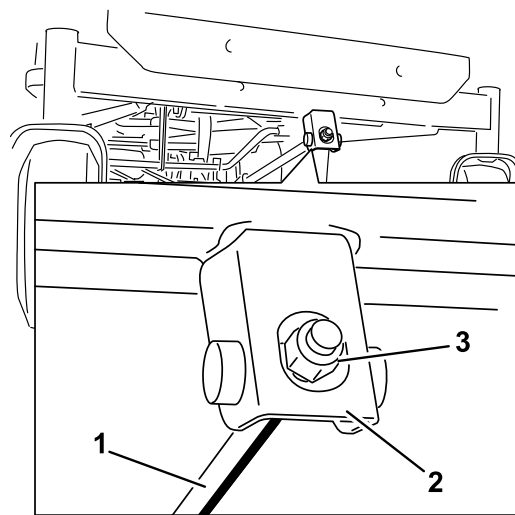

Figure 72
- Pour régler l'inclinaison avant/arrière des lames, tournez l'écrou de réglage à l'avant du plateau de coupe (Figure 72).
5. Soulevez l'arrière du plateau de coupe et guidez les supports sur la tige de levage arrière (Figure 72).
6. Fixez la tige de support avant au plateau de coupe à l'aide de l'axe de chape et de la goupille fendue (Figure 72).